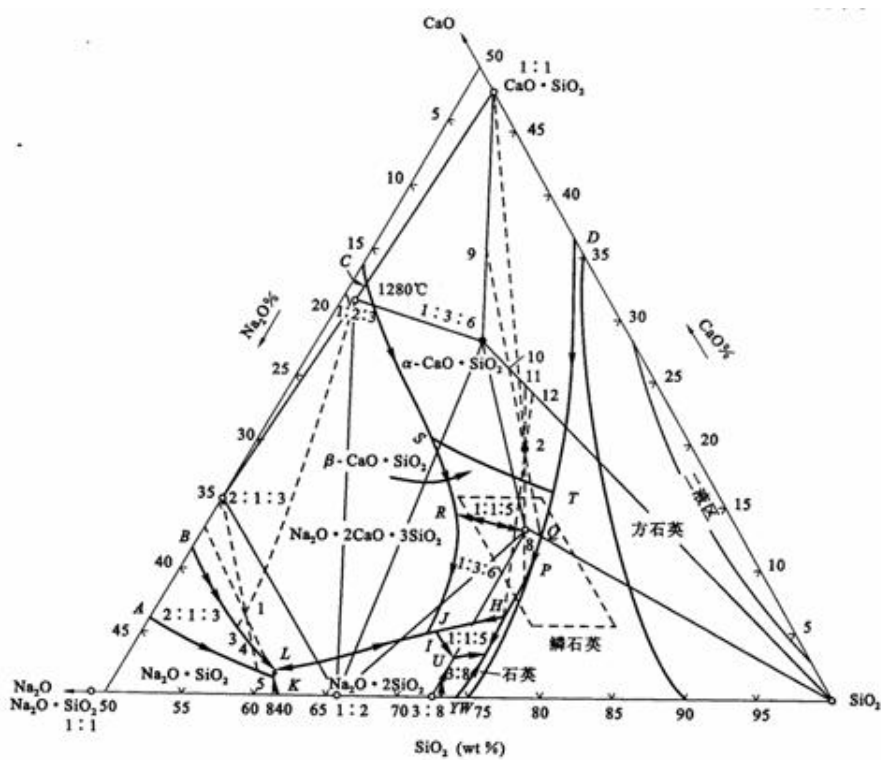

图6-28  $\text{Na}_2\text{O}-\text{CaO}-\text{SiO}_2$ 系统相图
6-44根据图6-28 ( $\text{Na}_2\text{O}-\text{CaO}-\text{SiO}_2$ 系统相图) 回答: (1) 组成为13% $\text{Na}_2\text{O}$ , 13% $\text{CaO}$ , 74% $\text{SiO}_2$ 玻璃配料将于什么温度熔化? 在什么温度完全熔融? (2) 上面组成的玻璃, 当加热到1050°C、1000°C、900°C、800°C时, 可能会析出什么晶体? (3)  $\text{NC}_3\text{S}_6$ 晶体加热时是否会不一致熔化? 分解出什么晶体, 熔化温度如何?